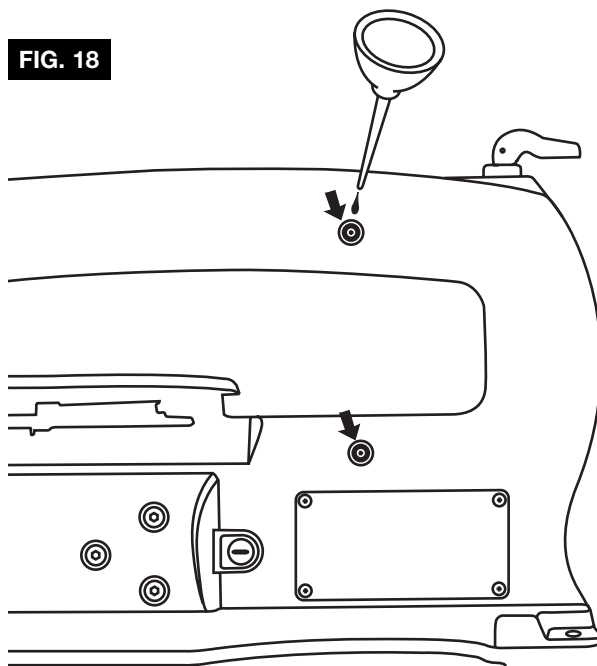

FIG. 18
1. Voltee la sierra y apóyela sobre un lado tal como se muestra en la (Fig. 18).